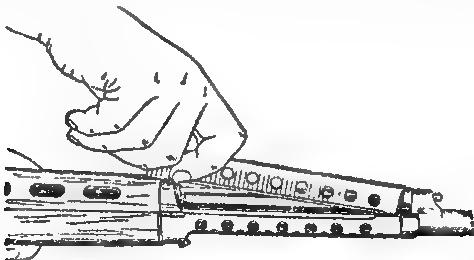

Рис. 64. Отделение верхнего кожуха
3. Отделить верхний кожух: правой рукой приподнять задний конец кожуха вверх (рис. 64) и, смешая его назад, отделить от ствола.